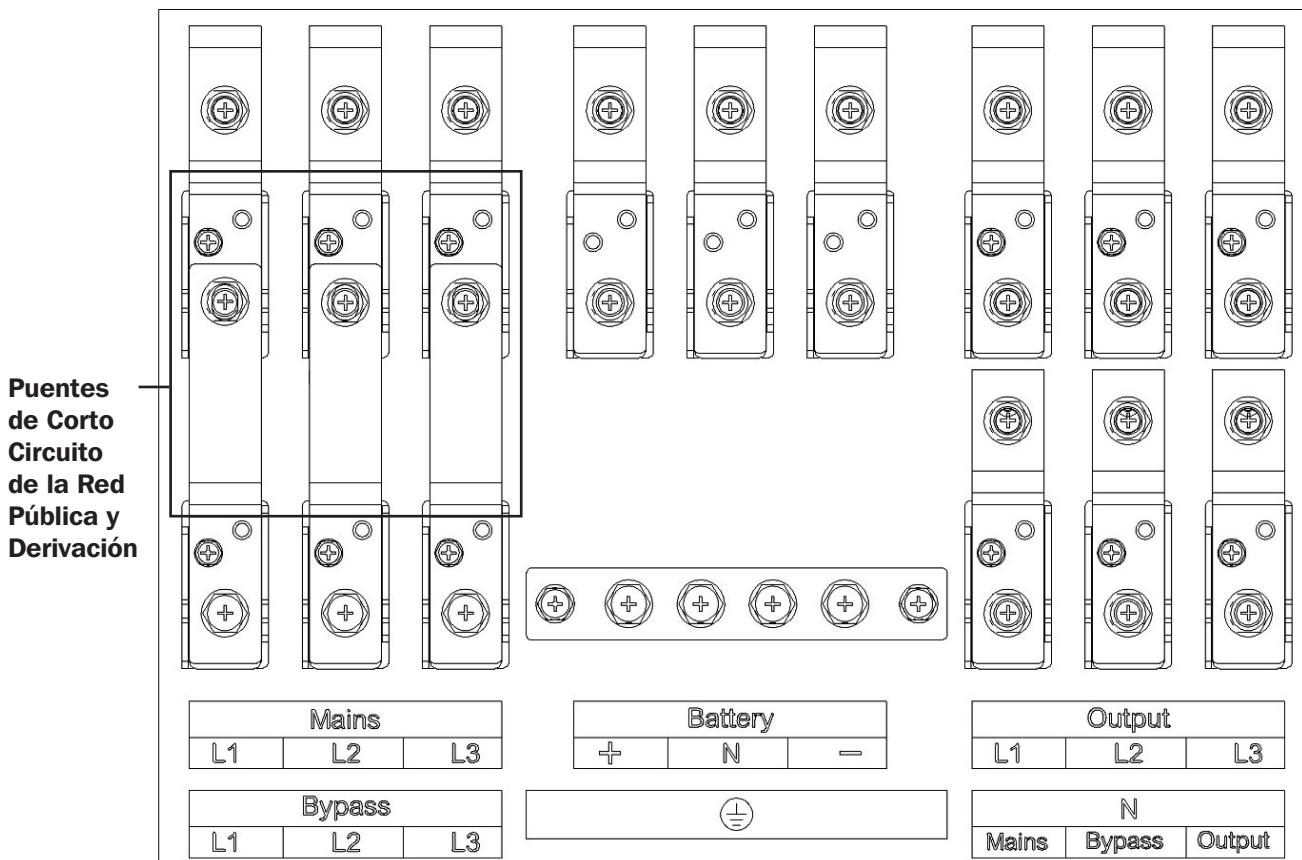

Figura 3-12: Conexión de Entrada Única, Modelos S3M80K y S3M100K
**Nota:** La unidad UPS está predeterminada al modo de entrada única, como se muestra en la Figura 3-12. Retire los puentes en corto para usar en el modo de entrada doble.